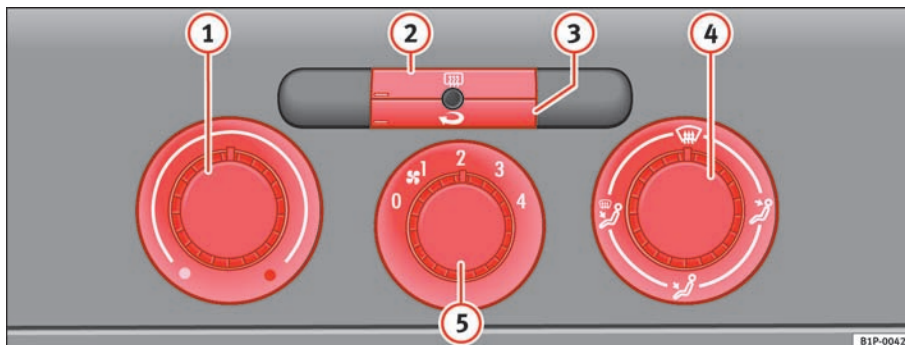

Fig. 105 I instrumentpanelet: betjeningsselementer til varme- og ventilationsanlæg
- Du kan indstille temperaturen, luftfordelingen og blæsertrinet med kontakterne ⇒ fig. 105 ①, ④ og ⑤.
- Tryk på knappen ② eller ③ for at aktivere eller deaktivere en funktion. Når funktionen er deaktiveret, er der lys nederst til venstre på knappen.